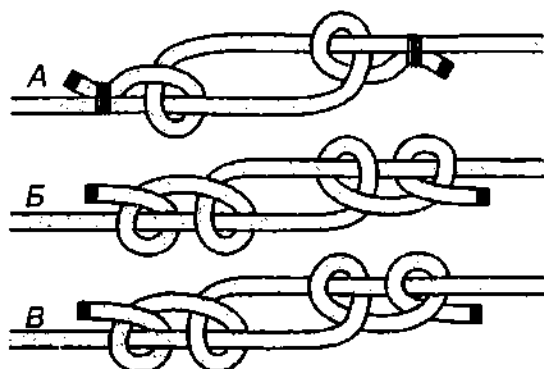

Рис. 769. А – полуштыки чужими концами; Б, В – штыки чужими концами.
*Травяной узел* можно укрепить бензелем или связать с дополнительными контрольными узлами-полуштыками (рис. 769). У этих узлов уже совершенно иные свойства – это уже не *травяной узел с самозатягивающимися полуштыками* – это уже классические штыки. Узлы очень крепкие и надёжные, если ходовые концы прихвачены бензелем. Такими узлами можно связывать стальные тросы и верёвки, сделанные из разных материалов или имеющие разный диаметр. Узлы очень гибкие, мягкие и компактные, они свободно «пролезают» в шкив блока или другие отверстия, через которые проходит трос. Так как ходовые концы прихвачены бензелем, уже нет разницы, как положены полуштыки (рис. 769 Б, В).